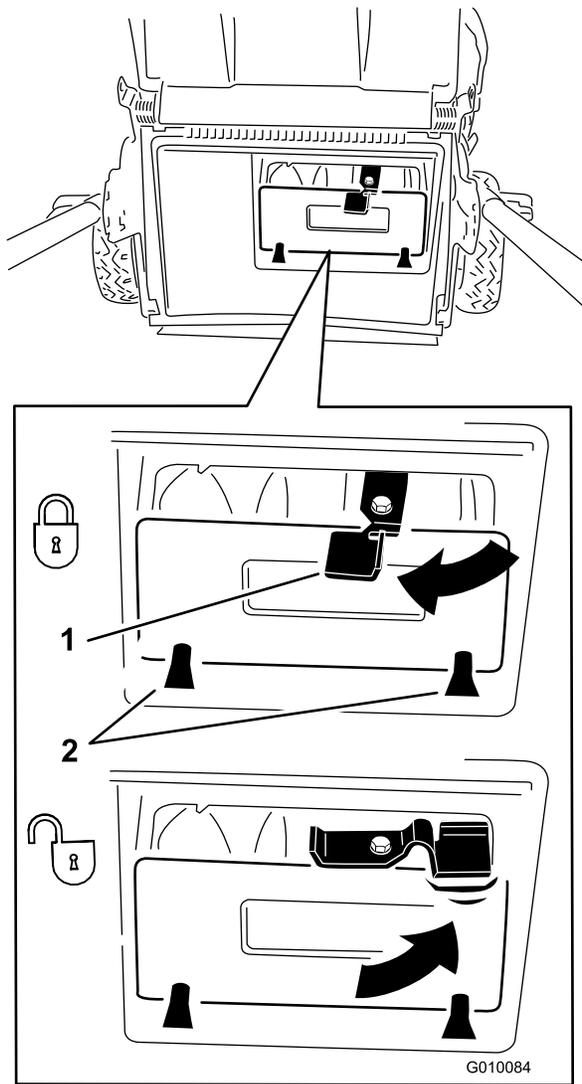

Figure 24
**Important:** Vérifiez que l'obturateur de l'éjecteur arrière est bien verrouillé en place. Pour verrouiller l'obturateur, appuyez fermement dessus jusqu'à ce qu'il s'enclenche en position derrière les pattes, et tournez le levier situé sur l'obturateur vers la gauche (Figure 24).
**Remarque:** Pour déverrouiller l'obturateur, tournez le levier situé dessus vers la droite (Figure 24).